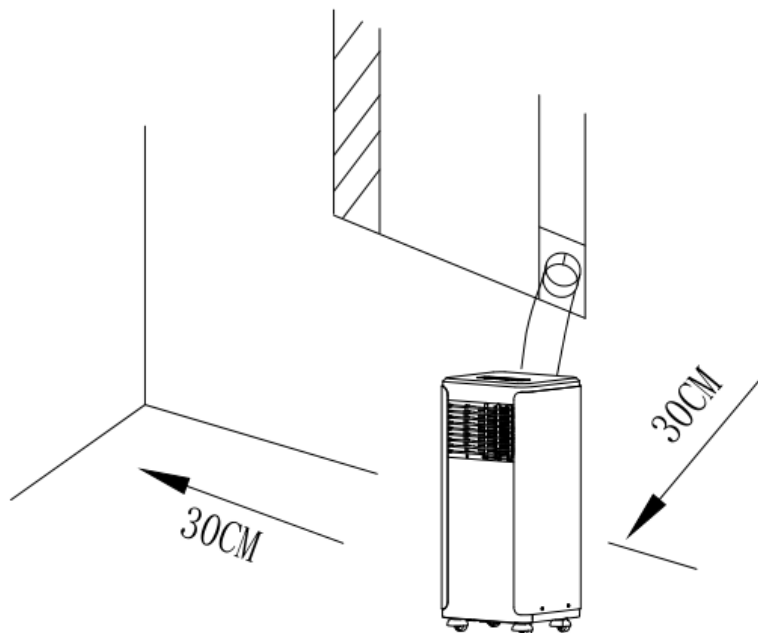

Fig.3
- Se instalará un acondicionador de aire de remoción en el lugar plano y vacío alrededor. No bloquee la salida de aire, y la distancia requerida debe ser de al menos 30 cm. (Ver Fig. 3)